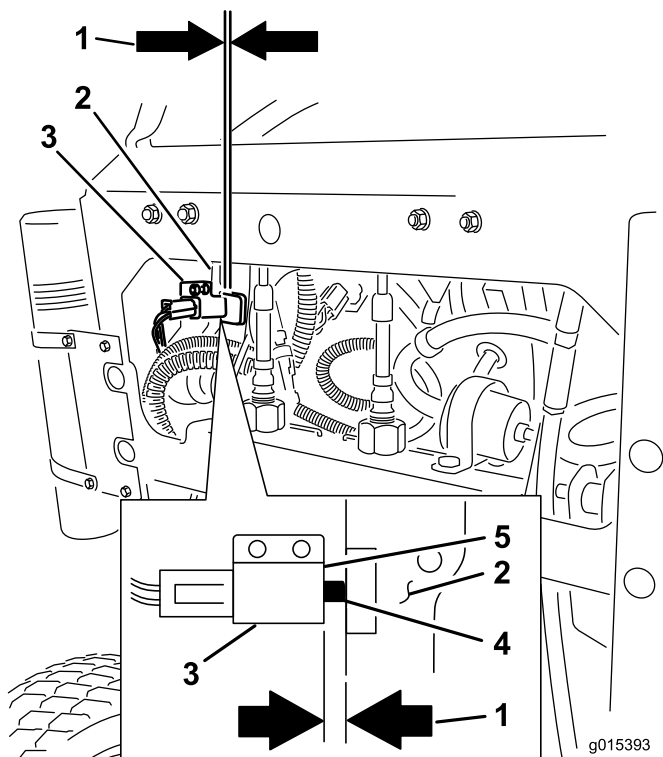

図 65
11. ブレーキの調整ができれば、レバースイッチを点検する（図 65）。
12. 図 65 に示されているように、ブレーキレバーとスイッチの面とのすき間を点検する。